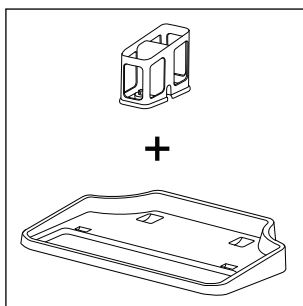
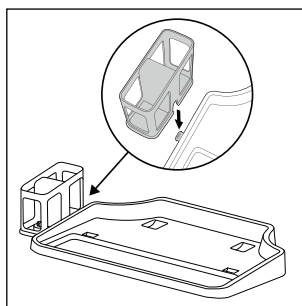

Fig. 4
Fig. 5
- ♦ O suporte de armazenamento e limpeza é composto por uma base de imobilização **4** e um suporte de rolo de escova **5** (ver fig. 4). Para montar o suporte de armazenamento e limpeza, desloque o suporte do rolo de escova **5** lateralmente para a abertura existente na base de imobilização **4**. Desloque o suporte do rolo de escova **5** para baixo, para dentro da abertura, até este ficar devidamente fixo na base de imobilização **4** (ver fig. 5).